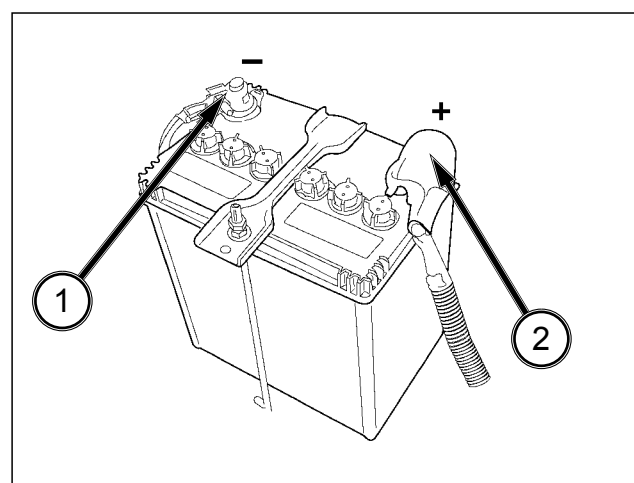

FIG. 113
FIG. 113 : Pour remplacer la batterie, débranchez d'abord le câble négatif (-) (1) puis le câble positif (+) (2). Desserrez et retirez la patte de fixation de la batterie et retirez la batterie du tracteur avec précaution.